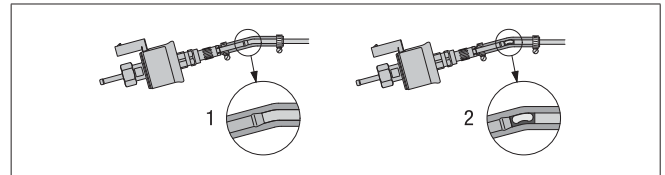

Figura 19
- En las uniones de tubos de combustible con un tubo flexible de combustible montar los tubos de combustible siempre por empuje para poder evitar así la formación de burbujas, véase Figura 19.